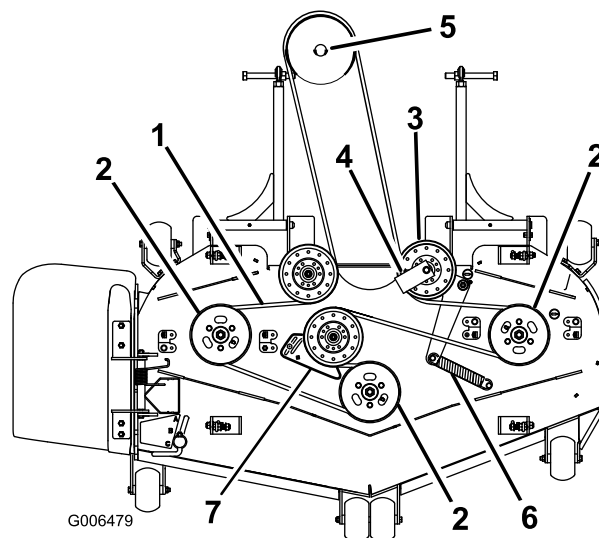
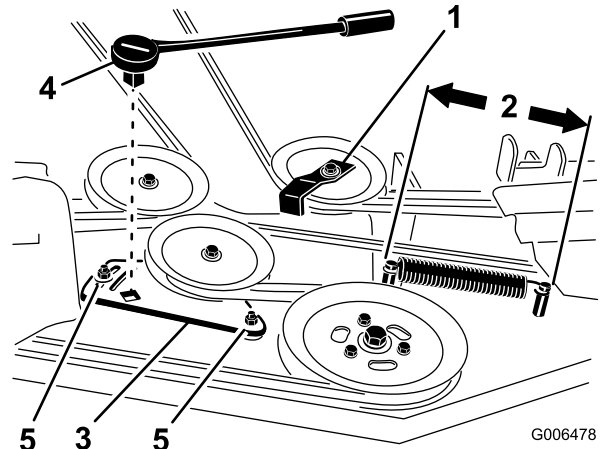

Figura 64
Figura 66
4. Para cortacéspedes de 72 pulgadas, afloje los pernos que sujetan la chapa de la polea tensora (Figura 66).
6. Retire la guía de la correa de la polea tensora tensada con muelle según se muestra en Figura 64 y Figura 66.
8. Pase la correa nueva alrededor de las poleas del cortacésped y de la polea de la caja de engranajes, debajo del motor (Figura 64).
9. Instale la guía de la correa en la polea tensora tensada con muelle con un ángulo de 45 grados, como muestra Figura 64 y Figura 66. Apriete el perno a 37–45 Nm (27–33 pies-libra).
10. Instale el muelle tensor en los dos postes (Figura 64 y Figura 66).
4. Mida la longitud del muelle (Figura 66). Si la longitud del muelle es de una distancia de 25,4 a 26,0 cm (10 a 10-1/4 pulgadas) entre los postes, no se necesita ningún ajuste.
5. Afloje los pernos que sujetan la chapa de la polea tensora (Figura 66).
6. Introduzca una llave de carraca en el taladro cuadrado de la chapa de la polea tensora del cortacésped para ajustar la tensión (Figura 66).
7. Gire la llave de carraca para desplazar la chapa de la polea tensora hasta obtener una distancia de 25,4 a 26,0 cm (10 a 10-1/4 pulgadas) entre los postes, según se muestra en Figura 66.
8. Manteniendo la tensión de la correa y la longitud del muelle, apriete los pernos que fijan la chapa de la polea tensora (Figura 66).